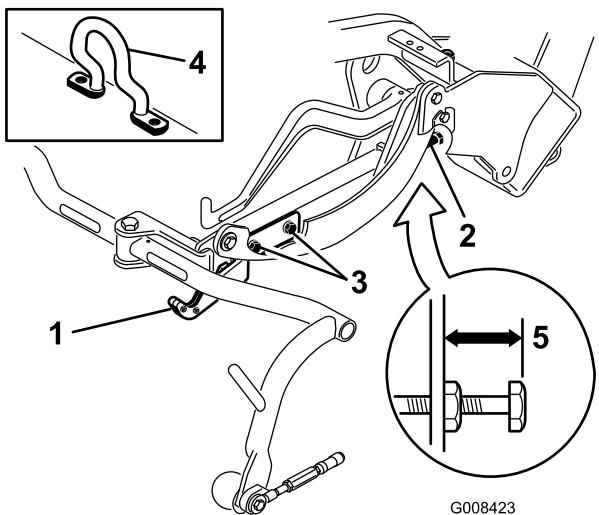
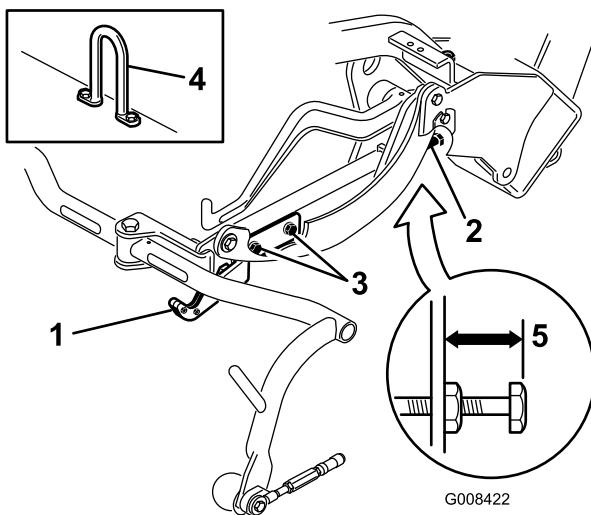
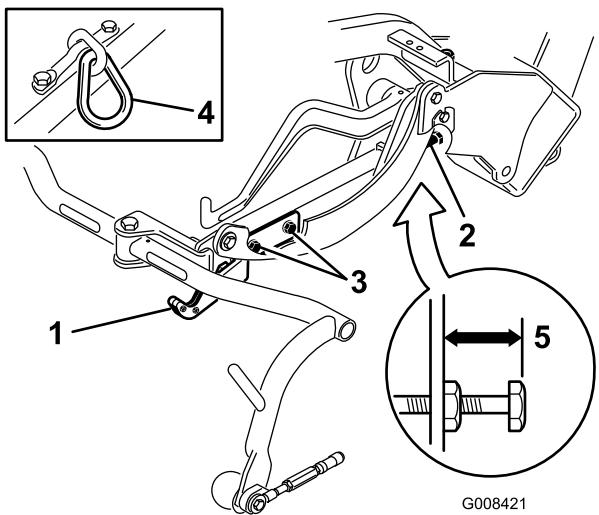

Рисунок 12
Рисунок 14
Рисунок 13
Проверьте транспортную высоту (Рисунок 13 и Рисунок 14) и при необходимости отрегулируйте.
- На режущих блоках, оборудованных подъемной проушиной (Рисунок 12, врезка), убедитесь в том, что расстояние от верха регулировочного винта несущей рамы до задней стороны несущей рамы составляет 25 мм. Если расстояние не равно 25 мм, перейдите к этапу 4.
3. На режущих блоках, оборудованных подъемной проушиной (Рисунок 13 и Рисунок 14, врезка), убедитесь в том, что расстояние от верха регулировочного винта несущей рамы до задней стороны несущей рамы составляет 22 мм. Если расстояние не равно 22 мм, перейдите к этапу 4. Если режущий блок оборудован подъемной проушиной (Рисунок 12), переходите к следующему этапу.
4. Выверните винты крепления транспортной планки (Рисунок 13, Рисунок 14 и Рисунок 12).
7. Если несущие рамы находятся на разной высоте, отпустите зажимную гайку на регулировочном винте несущей рамы (Рисунок 12, Рисунок 13 и Рисунок 14). Поворачивайте винт наружу для подъема и внутрь для отпускания. После получения надлежащей высоты затяните зажимную гайку.